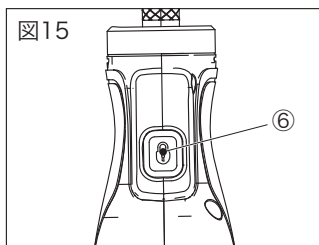

図15
2. スピンドルロックボタン（⑥）を押しながら（図15）、コレットナットを手でつかんでください。